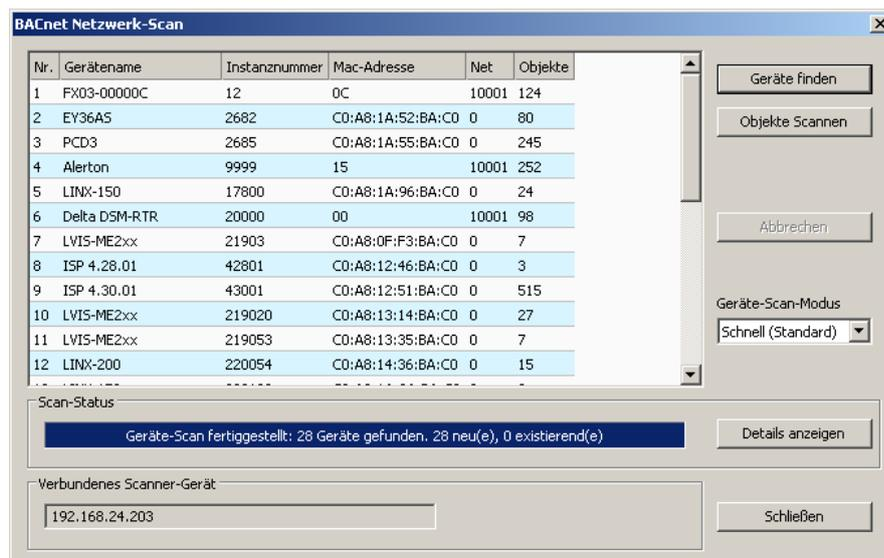

Abbildung 120: Dialog des BACnet-Netzwerkscans
3. Klicken Sie mit der rechten Maustaste auf diesen Ordner und gehen Sie auf **BACnet-Netzwerk scannen...**. Dadurch wird der in Abbildung 120 dargestellte Dialog des BACnet-Netzwerkscans geöffnet.